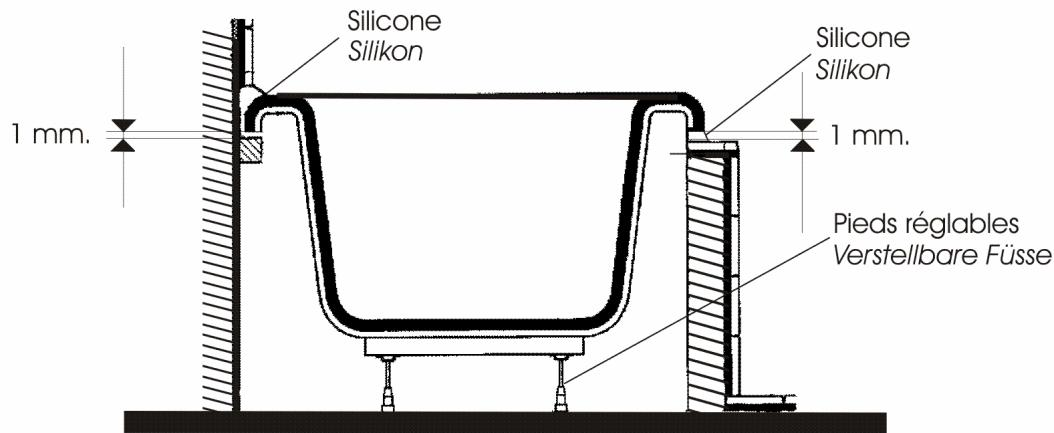

Fig. 1
- Installer des lattes ou supports contre les murs au niveau : -1 mm. au dessous de la baignoire de façon à lui laisser du jeu (fig.1). En aucun cas, la baignoire ne doit prendre appui sur ses lattes, elle doit reposer sur ses pieds. Ceci est également valable pour le reste de l'entourage éventuellement réalisé en maçonnerie.
- Die Stützen unter der Badewanne an der Wand so fixieren, dass ein wenig Spiel bleibt , 1mm, (Fig.1).